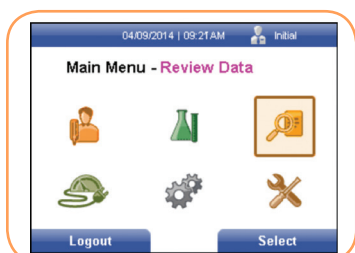

FIGURA 91
1. Mediante las teclas [→] o [←], seleccione el icono Revisar datos de la pantalla Menú principal (Figura 91).